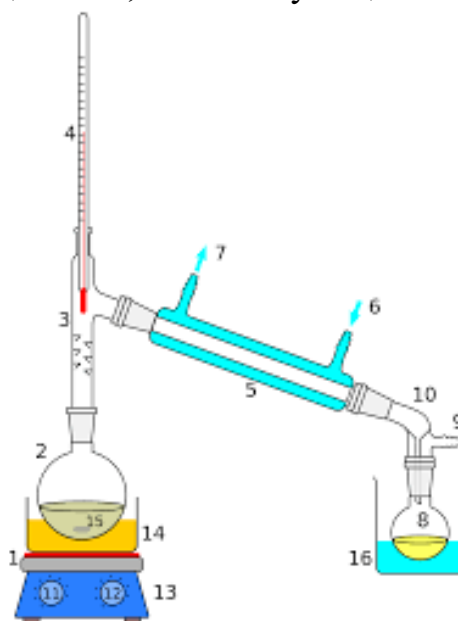

Рис.2. Установка для одержання бідистиляту
4.2. Одержання бідистилату. Для одержання дистильованої води високої якості її двічі переганяють, тобто одержують бідистилат за допомогою спеціальної установки, зображеної на рис. 2. Первинна перегонка відбувається в першій секції апарата. До отриманого дистилату додають KMnO_4 для руйнування органічних домішок і потім переводять її в другу колбу, де